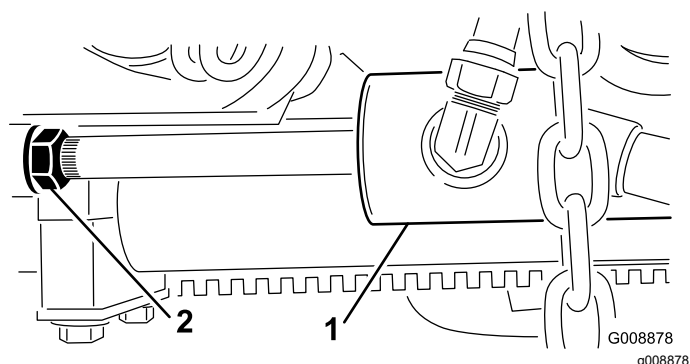

Figura 29
2. Afloje la tuerca autoblocante en la varilla del cilindro de elevación (Figura 29).